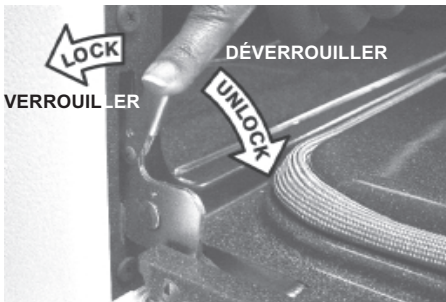

Fig. 2
2. Tirez les verrous de la charnière de gauche et de droite du cadre de la cuisinière vers la porte du four (fig. 2). Vous pourriez avoir besoin d'un petit tournevis à tête plate.
4. Poussez les verrous des charnières de droite et de gauche vers le haut et dans le cadre du four (fig. 2) jusqu'à ce qu'ils soient en position verrouillés.